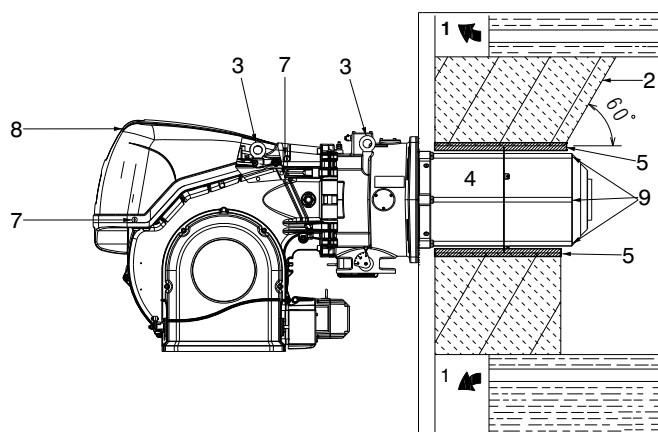

Fig. 14
Pour les chaudières avec circulation des fumées sur l'avant 1)(Fig. 14), ou avec chambre à inversion de flamme, réaliser une protection en matériau réfractaire 5), entre le réfractaire de la chaudière 2) et l'embout 4).
Prédisposer un système de levage adapté du brûleur en s'accrochant aux anneaux 3)(Fig. 14), après avoir enlevé les vis 7) de fixation du capot 8).
- Introduire la protection thermique fournie sur l'embout 4)(Fig. 14).
Lors de la fixation du brûleur à une chaudière, veiller en particulier aux tuyaux de gaz externes 9)(Fig. 14) pour éviter de les endommager.